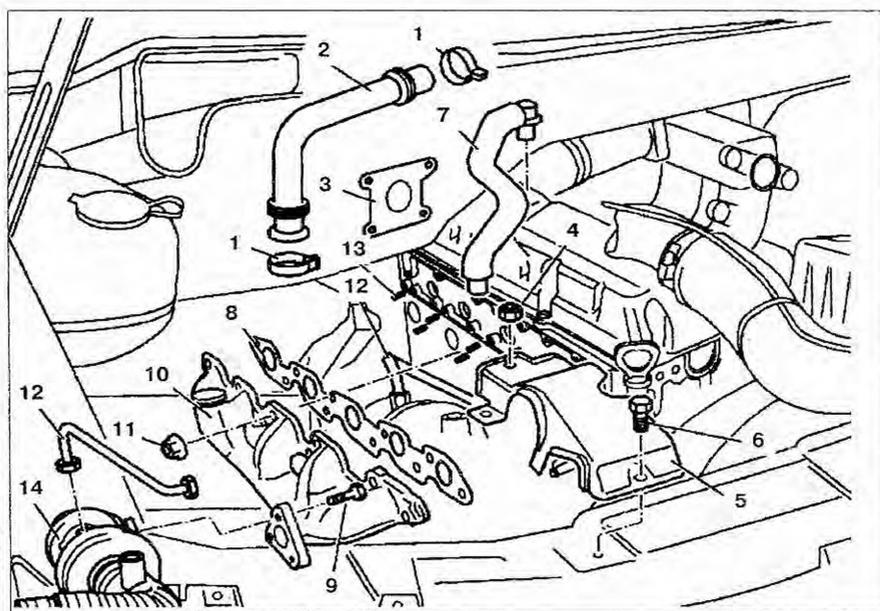

Рис. 2.4. Выпускной коллектор:
3. Снимите трубку вентиляции 7 (рис. 2.4).